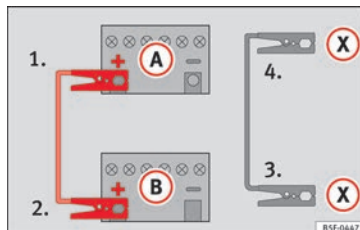

Fig. 71 Schéma de branchement pour les véhicules équipés du système Start-Stop.
- Sur les véhicules avec système Start-Stop : raccordez une extrémité du câble d'urgence noir (X) à une borne de mise à la terre appropriée, à une pièce métallique massive vissée au bloc-moteur, ou au bloc-moteur lui-même » fig. 71.
5. Branchez l'autre extrémité du câble de démarrage noir (X), dans le véhicule avec la batterie déchargée à une pièce en métal massif vissée au carter-moteur ou directement au carter-moteur mais le plus loin possible de la batterie (A).